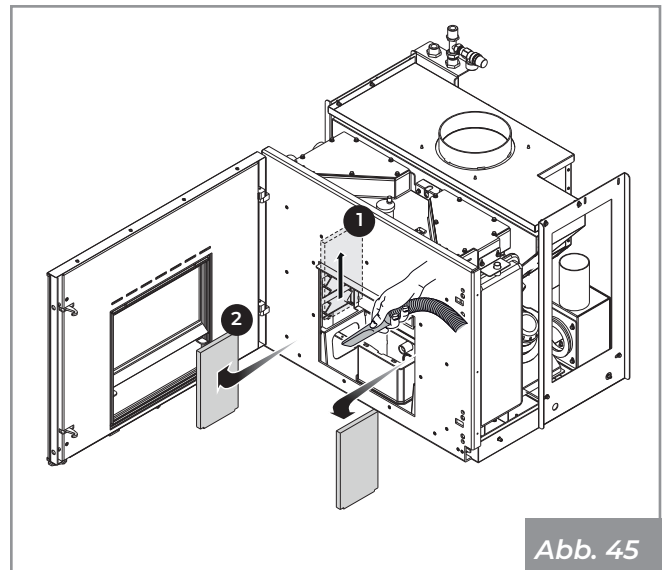

Abb. 45
- Entfernen Sie die feuerfesten Teile aus dem Feuerraum, indem Sie sie zuerst nach oben anheben (1) und dann nach außen ziehen (2). Saugen Sie die restliche Asche vom Boden und den Seitenwänden ab (**Abb. 45**).